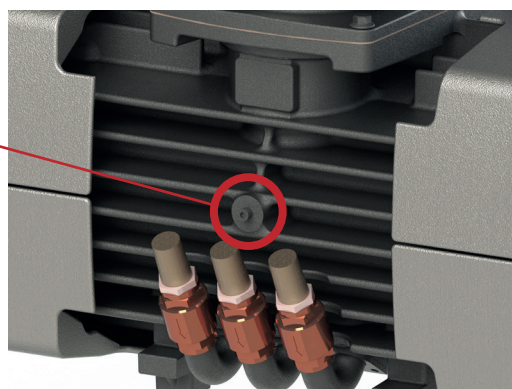

Figure 10
- 7) tracer à nouveau le rond à la hauteur du trou d'inspection (voir Figure 10) ;